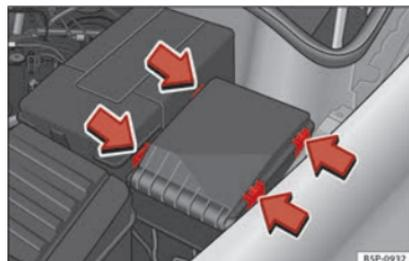

Fig. 174 En el vano motor: tapa de la caja de fusibles.
- Presione las pestañas de bloqueo en el sentido que indican las flechas para desbloquear la tapa de la caja de fusibles »» fig. 174.